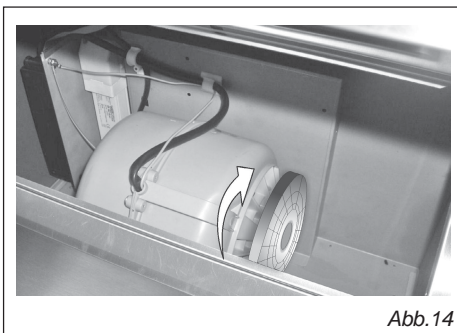

Abb.14
• **Austausch des Kohlefilters (Abb.14)**
Entfernen Sie die Kohlefilter mit Drehbewegungen im Uhrzeigersinn (Abb.14).